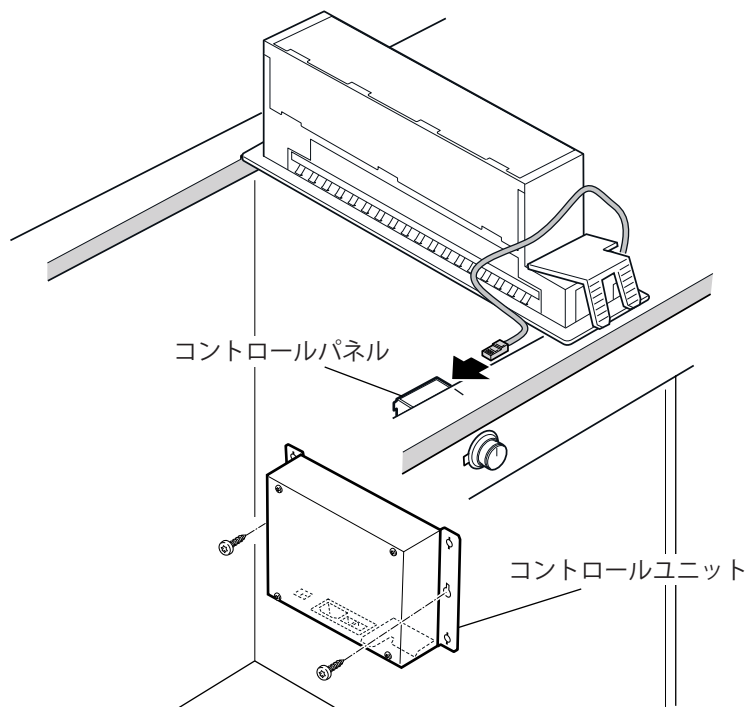

図 10
1. 製品本体からの接続ケーブルをコントロールパネルの接続口に差し込みます。(図 10)
2. コントロールユニットをキャビネットのサイドパネルに取り付けます。(図 10)